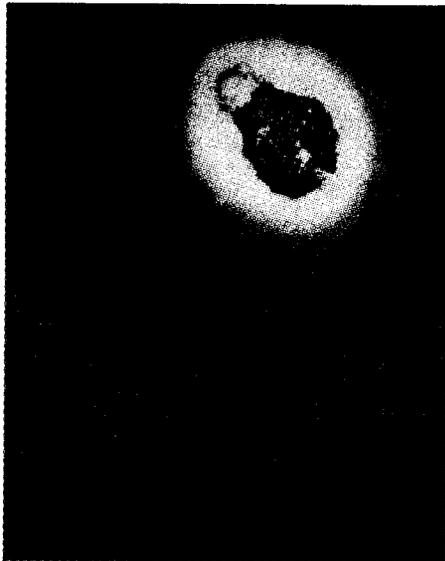

Figura 3. Caída de gotas sobre el esmalte
- Aplicar el esmalte en barbotina demasiado diluída lo que provoca que la superficie del soporte crudo se hinche (figura 3).